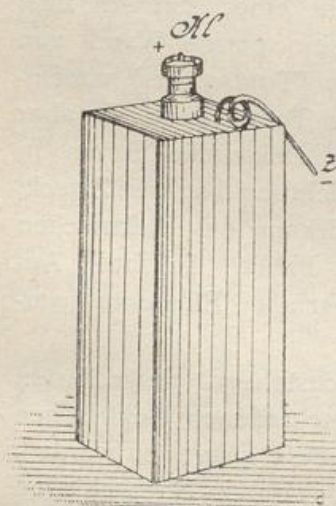

Abb. 680.
füllt, die mit Flüssigkeit durchtränkt ist und immer feucht bleibt. Ein Trockenelement hat meistens die Form eines Kästchens (Abb. 680) (z. B. Trockenelement von Hellesen). Der gebogene Draht bildet hier das Ende des Zinks (z), die Klemme in der Mitte gehört zur Kohle (K).